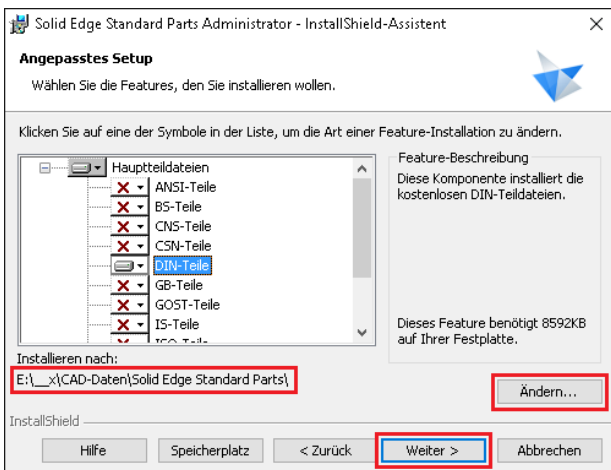

Abbildung 9
3.6. Rufen Sie bei Bedarf mit einem Klick auf „Ändern“ den Dialog auf, um den Installationsordner für die Standard Parts einzustellen (Abb. 9).